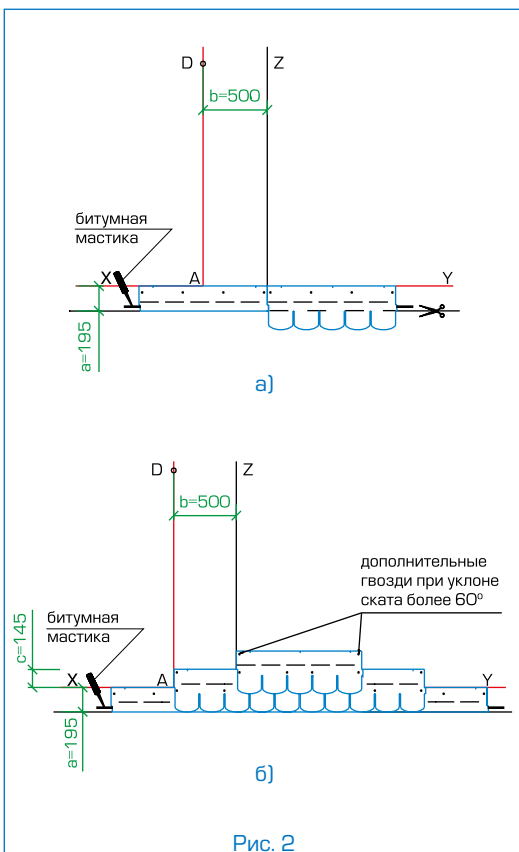

Рис. 2
### Укладка материала (рис. 2)
- Начальный ряд формируется из листов черепицы АНТИК обрезанных по линии образованной конечными точками вырезов. Полученные таким образом полосы шириной 19,5 см укладываются по линии карниза в обе стороны от линии Z (рис. 2а) и фиксируются по нижнему краю битумной мастикой, а по верхней кромке 4 гвоздями (ось гвоздей на 5 см ниже верхнего края полосы);
- далее первый ряд черепицы укладывается от линии AD (рис. 2б);
- второй ряд укладывается от линии Z (со смещением 50 см от AD) (рис. 2б);
Каждый лист черепицы АНТИК крепится 4 гвоздями (ось гвоздей на линии битумных клеевых полос) таким образом, чтобы гвоздь прошивал и верхний край нижележащего листа черепицы (рис. 2б).